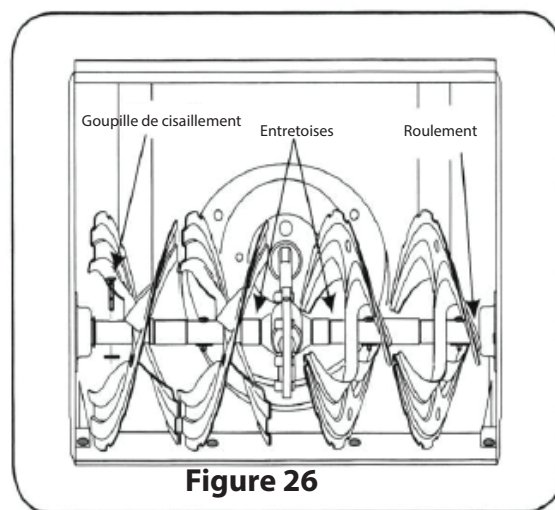

Figure 26
• La tarière est fixée à l'arbre en spirale avec deux goupilles de cisaillement et des goupilles fendues. Si la tarière heurte un corps étranger ou un embâcle, la souffeuse à neige est conçue de manière à ce que les goupilles puissent se cisailer. Voir la figure 26.